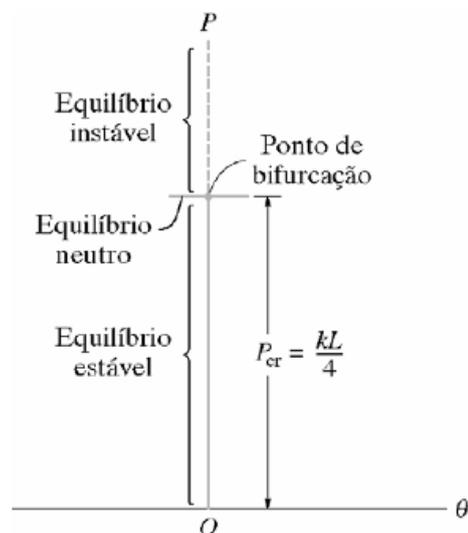
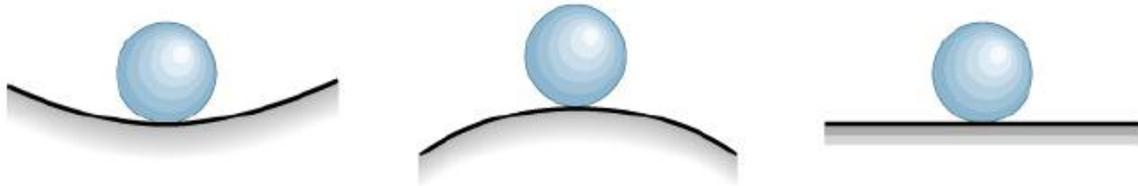

Figura 31 - Estados de equilíbrio do mecanismo da Figura 3.
Figura 32 – Bola em equilíbrio, estável, instável e neutro.
- (1)
Os estados de equilíbrio apresentados na expressão (1) estão mostrados na Figura 31.
As três condições de equilíbrio representadas pela Figura 31 são similares às de uma bola colocada sobre uma superfície lisa, como na Figura 32.